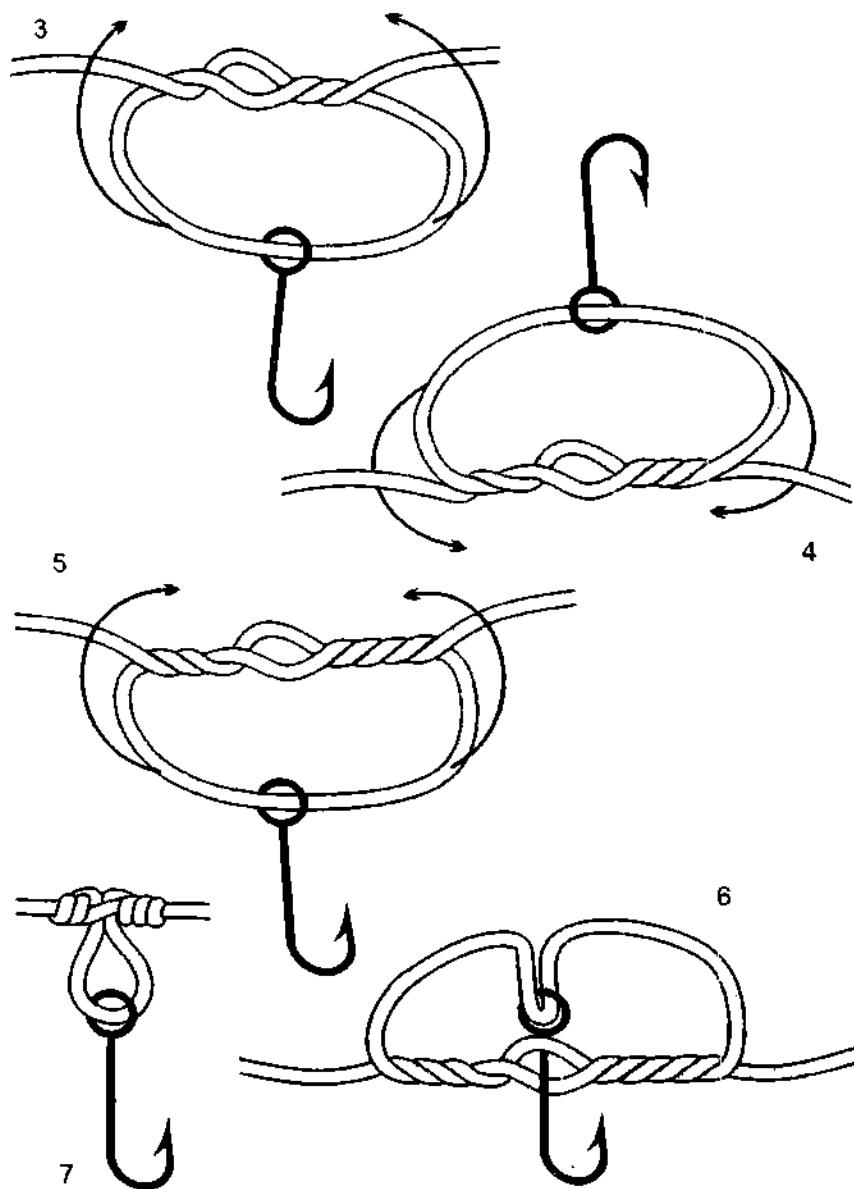

Рис. 694. Привязывание крючка с помощью петлевого узла.
*Петлевой узел* – родной брат змеиному узлу (рис. 694). Узел легко вяжется и хорошо держит.